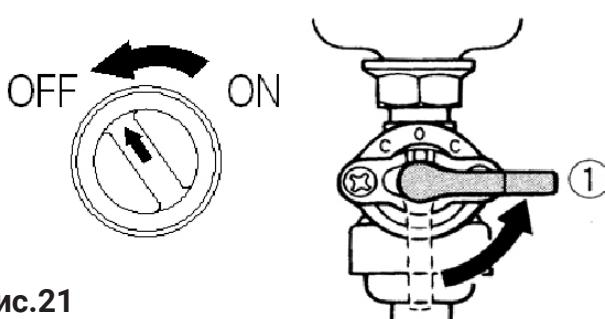

Рис.21
3. Поверніть запірний кран в лінії подавання палива в положення OFF («ВІМК.»)(Рис.21).